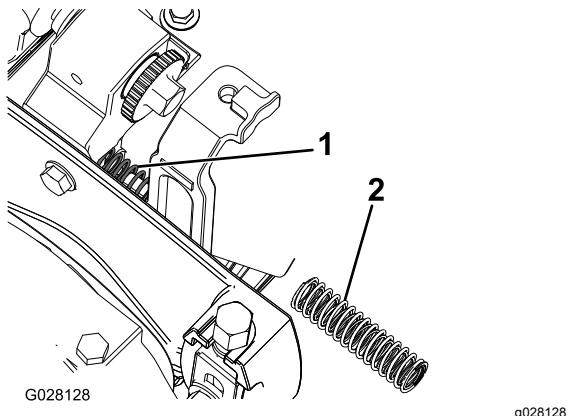

Figura 7
- Utilice un alicate de punta fina para retirar el muelle de compresión existente en ambos lados de la unidad de corte, y sustitúyalos con los muelles de compresión interior y exterior nuevos (Figura 7).